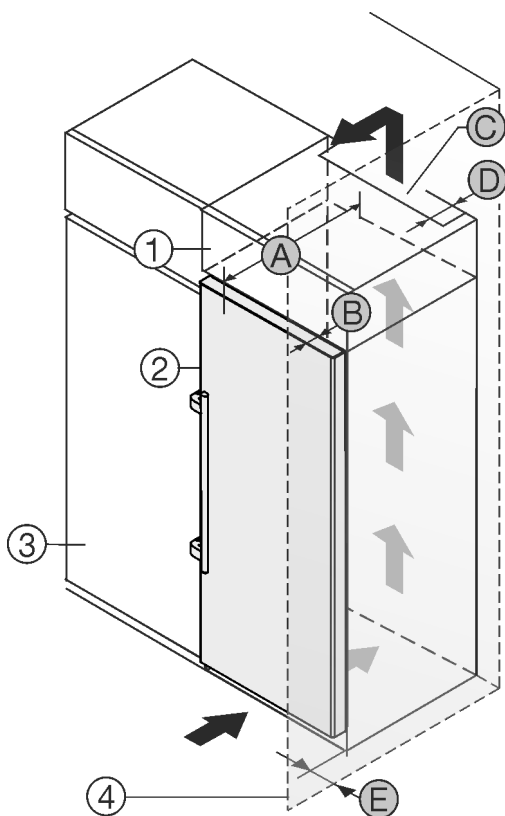

Fig. 2
- (1) Rehausse\*
- (2) Appareil\*
- (3) Placard de cuisine\*
- (4) Mur\*
- (A) Profondeur de l'appareil\*
- (B) Profondeur de porte\*
- (C) Section de ventilation\*
- (D) Distance du dos de l'appareil\*
- (E) Distance par rapport au côté de l'appareil\*
Vous pouvez placer le réfrigérateur directement à côté de l'armoire de cuisine Fig. 2 (3).\*
Une sortie d'air avec la profondeur Fig. 2 (D) doit être présente au dos de la rehausse sur toute sa largeur.\*
La section de ventilation Fig. 2 (C) sous plafond doit être respectée.\*
Si le réfrigérateur est installé avec les charnières près d'une paroi Fig. 2 (4), la distance entre le réfrigérateur et la paroi doit être d'au moins 57 mm. Cela correspond au dépassement de la poignée lorsque la porte est ouverte.\*
Pour pouvoir ouvrir complètement les portes, le réfrigérateur doit dépasser de la profondeur de la porte Fig. 2 (B) par rapport à la façade du placard. L'appareil peut déborder encore plus en fonction de la profondeur des placards Fig. 2 (3) et de l'utilisation de cales d'épaisseur.\*